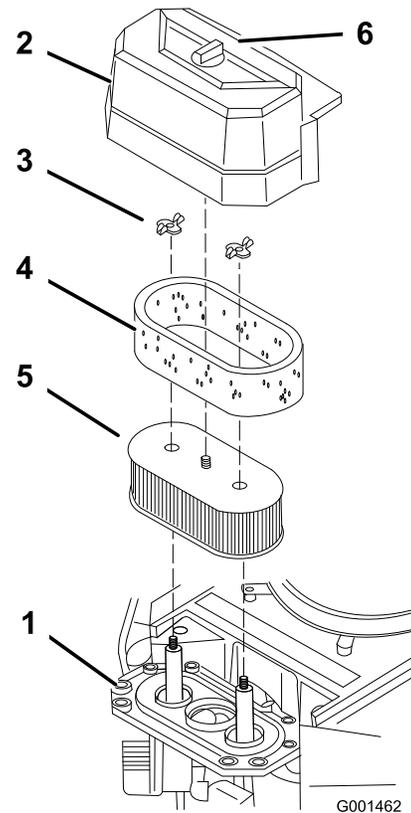

Figure 31
3. Nettoyez la surface autour du filtre à air pour éviter que des impuretés ne s'introduisent dans le moteur et l'endommagent (Figure 31).
4. Dévissez le bouton du couvercle et déposez le couvercle du filtre à air (Figure 31).
5. Dévissez les 2 écrous à oreilles et déposez l'ensemble filtre à air (Figure 31).
6. Sortez délicatement l'élément en mousse de l'élément en papier (Figure 31).
1. Ne nettoyez pas l'élément en papier. Remplacez-le toutes les 200 heures de fonctionnement (Figure 31).
1. Glissez délicatement l'élément en mousse sur l'élément en papier (Figure 31).
2. Posez l'ensemble filtre à air sur sa base et fixez-le en place avec les 2 écrous à oreilles (Figure 31).
3. Mettez le couvercle du filtre en place et serrez le bouton (Figure 31).